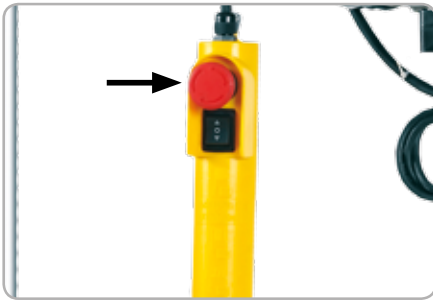

Fig.7
- Troliul electric este echipat cu un buton pentru oprirea de urgență care are rolul de a întrerupe funcționarea totală a acestuia (Fig.7).